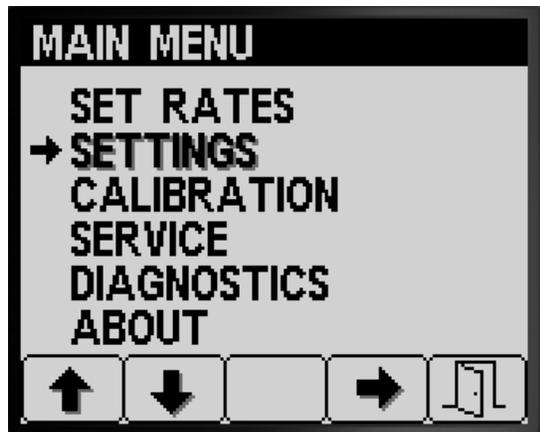

Bild 10
1. Drücken Sie für den Zugriff auf den Bildschirm EINSTELLUNGEN die Taste 2 auf dem HAUPTMENÜ-Bildschirm, um auf die Option „Einstellungen“ zu navigieren (Bild 10).
2. Drücken Sie Taste 4, um das EINSTELLUNGEN-Untermenü auszuwählen (Bild 10).